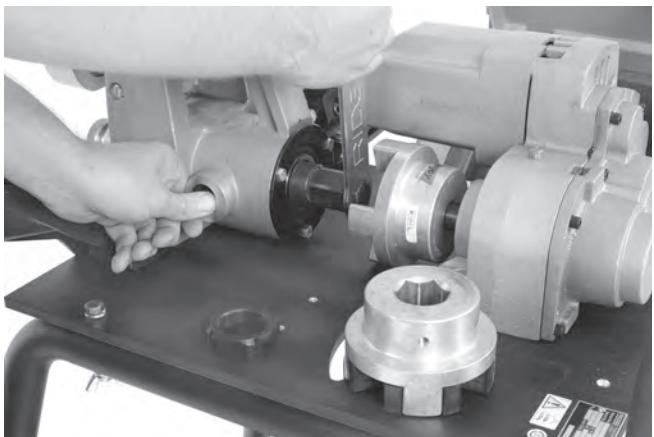

Figure 26 – Retrait du tirant
- Utilisez la clé polygonale $\frac{15}{16}$ " pour desserrer le tirant (Figure 26).